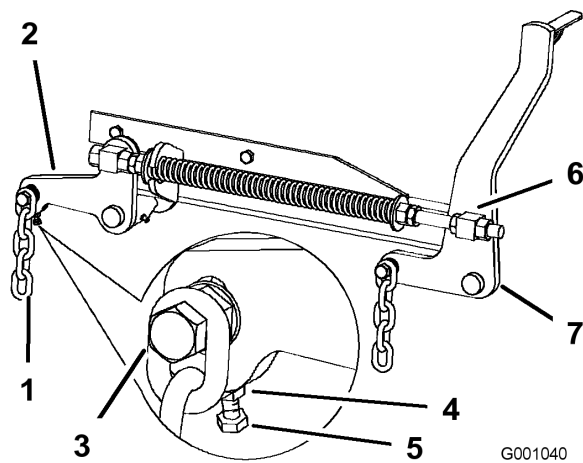

Bild 68
7. Wenn die Werte an den Stellen **B** oder **C** falsch sind, lösen Sie die Schraube, mit der die hintere Kette am hinteren Stützarm befestigt ist (Bild 68).
8. Lösen Sie die Klemmmutter unter dem hinteren Stützarm und stellen Sie die Einstellschraube so ein, dass Sie einen Wert von 79 bis 83 mm erhalten (Bild 68).
7. Lösen Sie die Klemmmuttern der vorderen Drehzapfen, vorne am rechten und linken Drehzapfen, um ungefähr 13 mm (Bild 68).
8. Stellen Sie die Hubmutter auf der linken und rechten Seite der Maschine ein, um einen Wert zu erzielen, der vorne an Stelle **A** um 6 bis 10 mm niedriger ist als hinten an Stelle **B** (Bild 68).